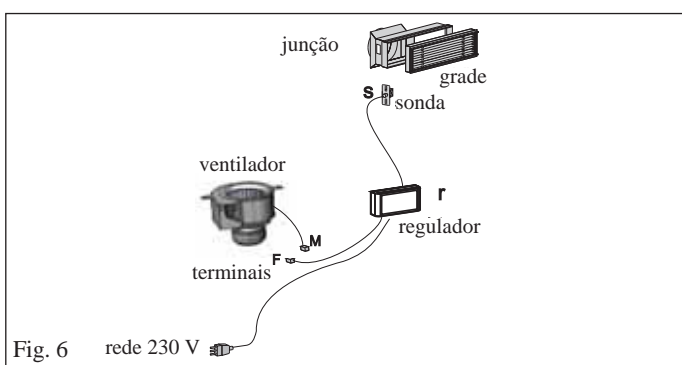
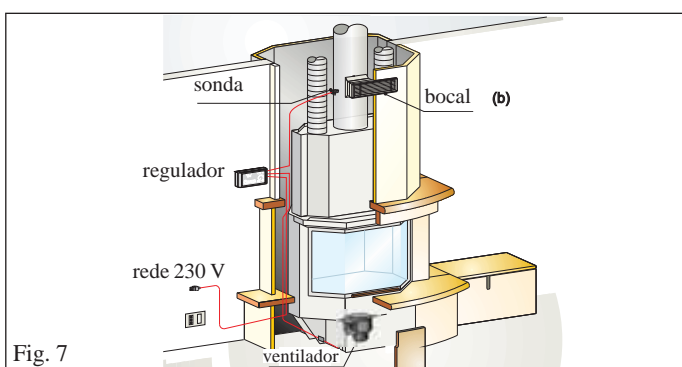

Fig. 6
Fig. 7
- Ligar os dois conectores M e F (fig. 6).
- A partir do regulador (r - fig. 6) ligar o cabo de alimentação à tomada de corrente eléctrica.
- O cabo com a sonda (s - fig. 6) deve ser, por sua vez, ligado a um dos bocais (b - fig. 7) de saída do ar quente normalmente presentes na tampa.